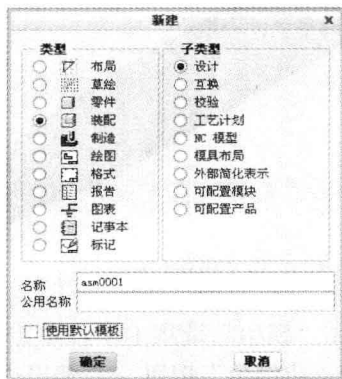

图 15-42 “新建”对话框
Step 01 按【Ctrl+N】组合键，弹出“新建”对话框，选中“装配”单选按钮，取消选中“使用默认模板”复选框，如图 15-42 所示。